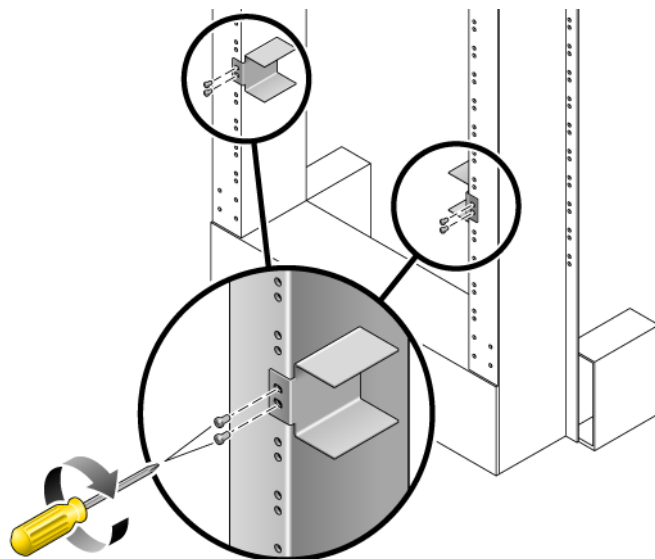

图 4-3 将导轨安装到机架上
4. 将导轨提至机架中的所需高度，然后使用螺丝（每个导轨使用两颗），将两个导轨固定到机架上（图 4-3）。